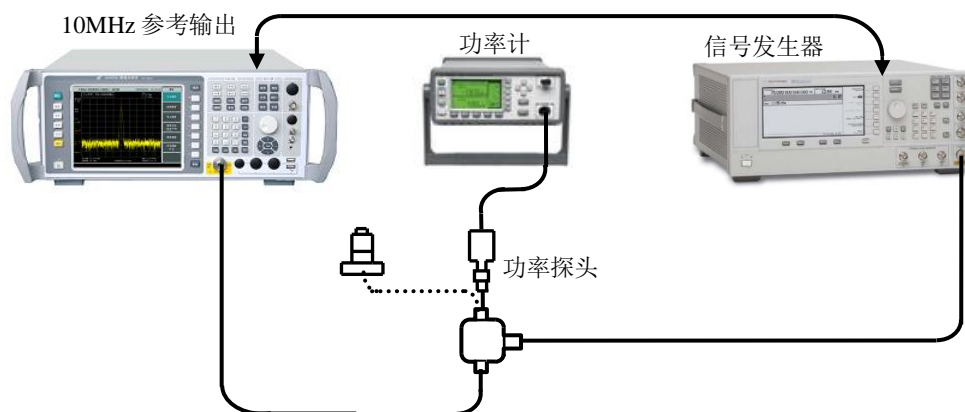

图 6-13 频率响应测试设置，<50MHz
- 39) 如图 6-13 连接测试设备，把功率探头连接在功分器上。